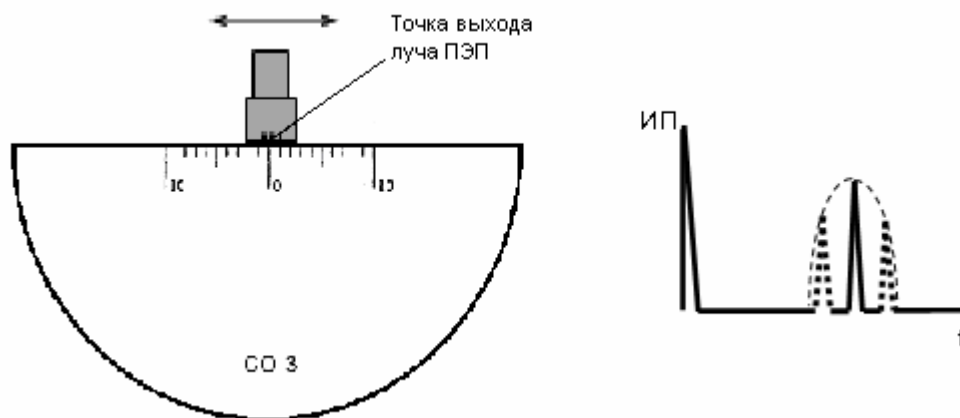

Рисунок 7.3
- г) установить ПЭП на поверхность образца СО-3 со стороны шкалы "20-0-20" так, чтобы имеющаяся точка выхода луча ПЭП оказалась ориентировочно у отметки "0" по шкале "20-0-20" образца (рисунок 7.3). Перемещая ПЭП, уточнить максимум амплитуды эхо-сигнала от цилиндрической фокусирующей поверхности. Изменяя усиление кнопками  и , установить амплитуду эхо-сигнала, равную от 1,5 до 7,5 клетки по высоте А-развертки;